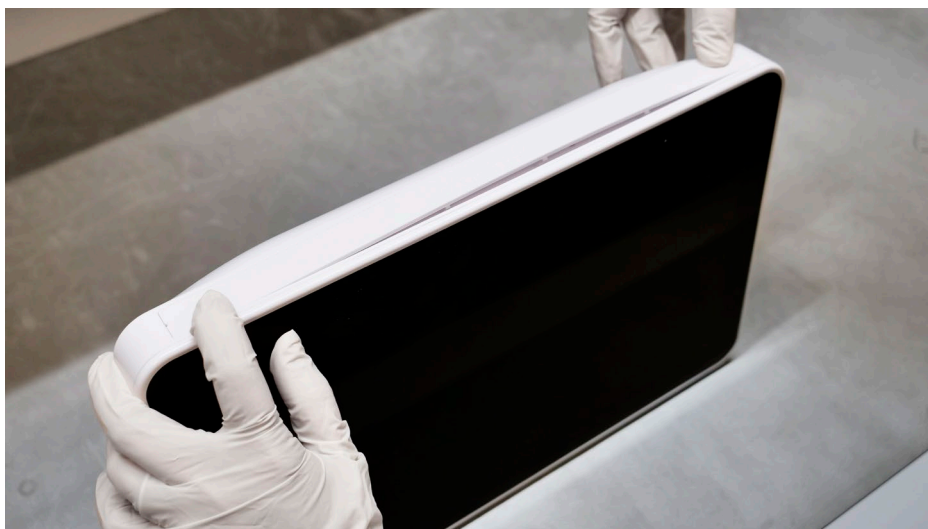

Figura 33 Montați plăcuțele de identificare
f) Fixați plăcuțele de identificare (a se vedea Figura 33)
Mai întâi, fixați cele două capete ale plăcuței de identificare (a se vedea Figura 33). Apoi fixați către centru restul plăcuței de identificare. Sigla Ambu de pe plăcuța de identificare trebuie să se poată vedea din partea frontală a monitorului. În cazul în care plăcuțele de identificare sunt deteriorate, folosiți-le pe cele noi incluse în kitul cu piese de schimb.